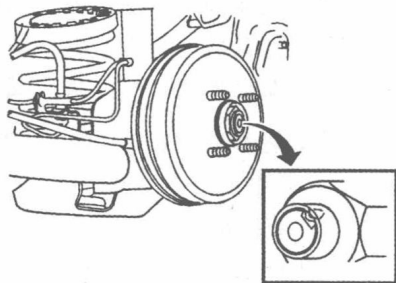

图 1-23 拆卸制动蹄和摩擦衬片
(1) 举升并妥善支撑车辆。
(2) 拆卸后轮。
(3) 标记车轮相对于轮毂的位置。
(4) 拆卸制动鼓。
(5) 拆卸制动蹄和摩擦衬片, 如图 1-23 所示。
(6) 清除车轮制动分泵制动管路进口、导杆和螺栓周围的油污和异物。
(7) 从车轮制动分泵上断开制动管路。
(8) 塞住制动管路开口, 以免制动液流失或污染。